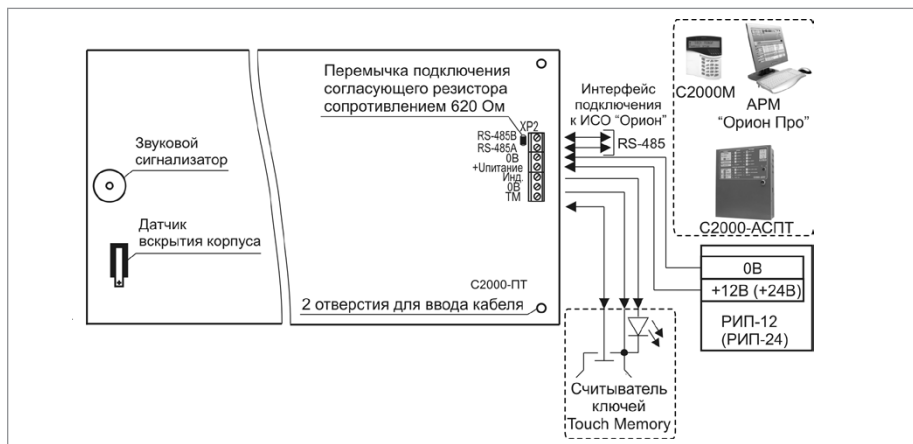

Рисунок 4. Схема внешних соединений блока «С2000-ПТ»
2. Подключение соединительных линий выполняйте в соответствии с проектной документацией и схемой на Рисунок 4.